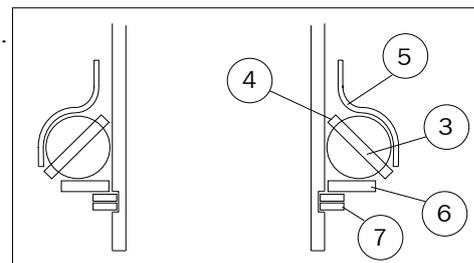

Fig. 5.12.c
Fíjese que el cojinete ③ es cónico y que la parte de menor diámetro ④ es la que debe estar en contacto con las bolas ⑤ (hacia la parte superior del giratorio). Ver fig. 5.12.c.